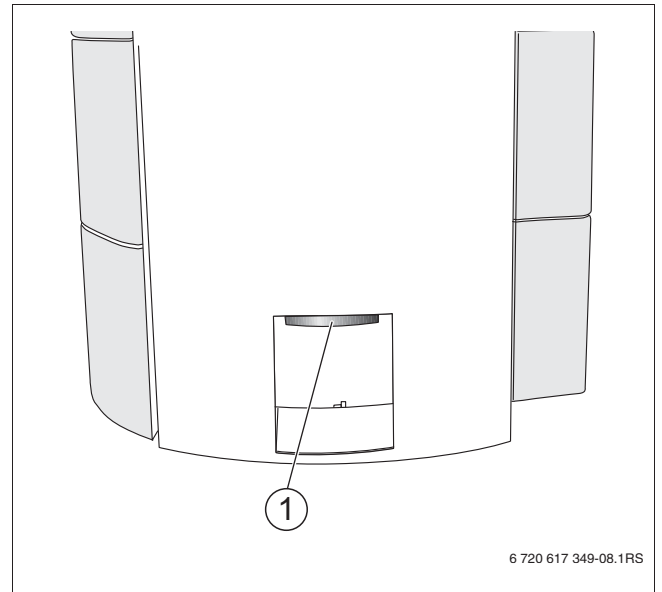

Рис. 15 Патрубок воздуха для горения
- ▶ Подключите воздуховод подачи воздуха для горения к патрубку (→ рис. 15, стр. 13, [1]).